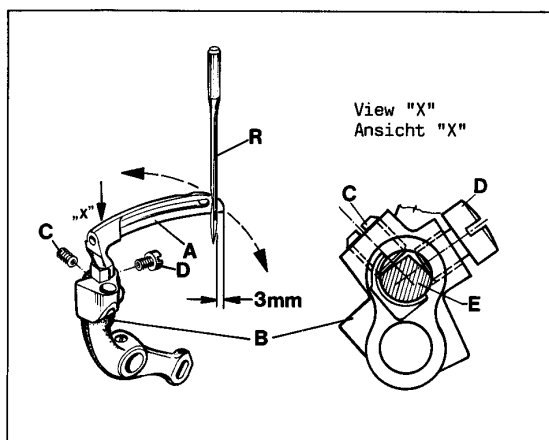

Fig.5
Remove the cloth plate with hinge plate and throat plate, the feed dog, the throat plate support and the needle guard. Insert the lower looper (A, Fig. 5) into the rear hole of the looper lever (B). Now snug the set screw (C) at the back of the looper lever against the flat on the looper shank (E) so that the lower looper point passes as close as possible to the spot on the back of the right needle (R), without deflecting it. Now tighten the second screw (D) firmly.
Rotate handwheel in operating direction until the point of lower looper (A, Fig. 5) projects 3 mm (1/8") to the right from the right side of the right needle. Lower edge of looper and upper edge of needle eye must be flush in this position.
Entfernen Sie die Stoffplatte mit Scharnierplatte und Stichplatte, den Transporteur, die Stichplattenstütze und den Nadelanschlag. Stecken Sie den Untergreifer (A, Fig. 5) in die hintere Bohrung des Greiferhebels (B). Legen Sie nun den Gewindestift (C) hinten im Greiferhebel an der Fläche des Greiferschaftes (E) so an, daß die Untergreiferspitze so dicht wie möglich in der Hohlkehle auf der Rückseite der rechten Nadel (R) vorbeigeht, ohne diese abzulenken. Ziehen Sie dann die zweite Schraube (D) gut an.
Drehen Sie das Handrad in Nährichtung bis die Spitze des Untergreifers (A, Fig. 5) 3 mm rechts von der rechten Seite der rechten Nadel steht. In dieser Stellung müssen unterkante Greifer und Oberkante Nadelöhr bündig sein.